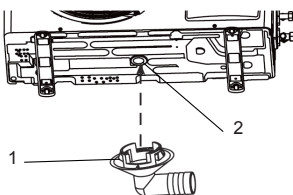

fig. 9 -
1. Instale el racor (part 1 - "fig. 9 -"), suministrado, en el orificio (part 2 - "fig. 9 -") presente en la base de la unidad exterior. Para hacer la fijación, introduzca en el orificio la parte conformada del racor.